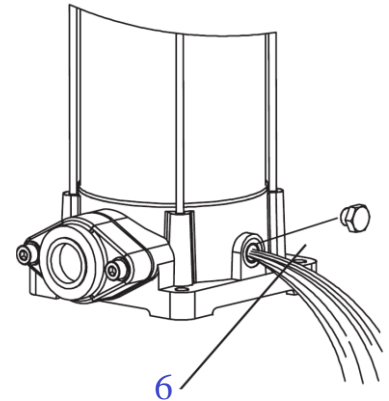

Fig. 5
- **Pendant de longues périodes d'inactivité** : coupez l'alimentation électrique de la pompe si elle ne doit pas être utilisée pendant une période prolongée. Vidangez la pompe en retirant le bouchon de vidange (6). Voir la Fig. 5 pour l'illustration.